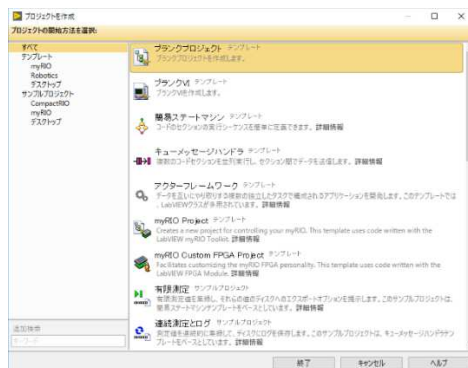

図 3 新規プロジェクトの作成
(4) 図 3 の画面が表示されるので、「Blank Project」を選択しプロジェクトを保存する。